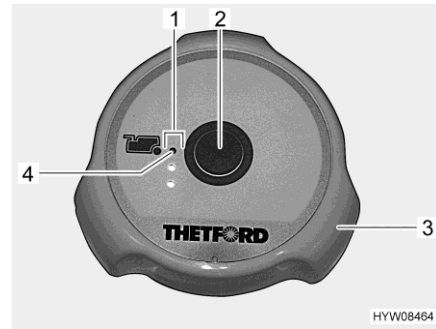

Fig. 213 Botón del inodoro/luces de control (inodoro Thetford)
Lavado: ■ Antes del lavado, abrir la corredera del inodoro Thetford. Para ello, girar el tirador giratorio (Fig. 213,3) en sentido contrario a las agujas del reloj.
■ Para lavar, pulsar el botón del inodoro azul (Fig. 213,2).
■ Tras el lavado, cerrar la corredera. Para ello, girar el tirador giratorio (Fig. 213,3) en sentido de las agujas del reloj.
Las luces de control (Fig. 213,1) indican el nivel de llenado del depósito de aguas fecales. Si está encendida la luz de control roja (Fig. 213,4), deberá vaciarse el depósito de aguas fecales.